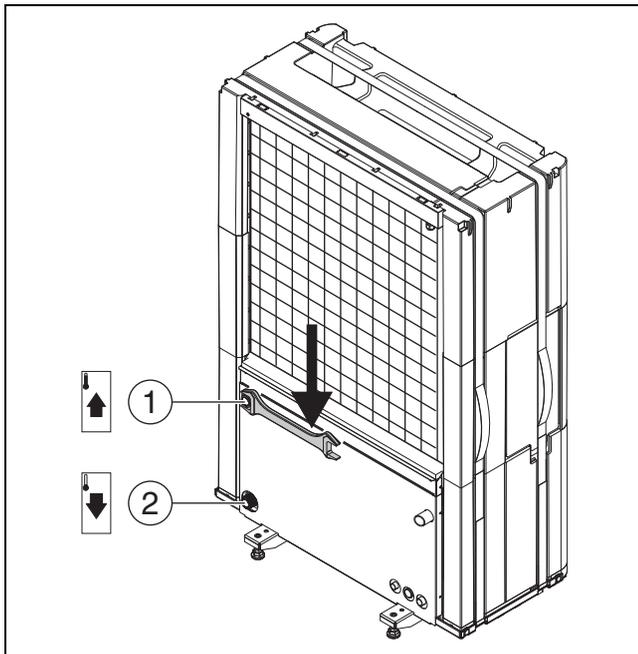

Fig. 15 Raccordements des tuyaux de fluide caloporteur, valable pour toutes les tailles
- Raccorder le départ de l'unité intérieure à la sortie de fluide caloporteur de la pompe à chaleur (→ [1], fig. 15).
- Raccorder le retour de l'unité intérieure à l'entrée de fluide caloporteur de la pompe à chaleur (→ [2], fig. 15).
- Serrer les raccords des tuyaux de fluide caloporteur avec un couple de serrage de 120 Nm. Orienter la force vers le bas (→ fig. 15) pour éviter la charge latérale du condensateur.